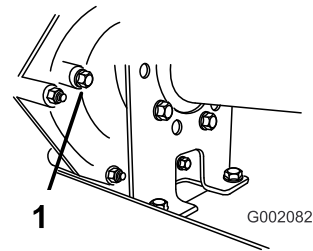

Bild 55
2. Nehmen Sie die Schraube aus dem Füllstand-Prüfloch heraus (**Bild 55**).